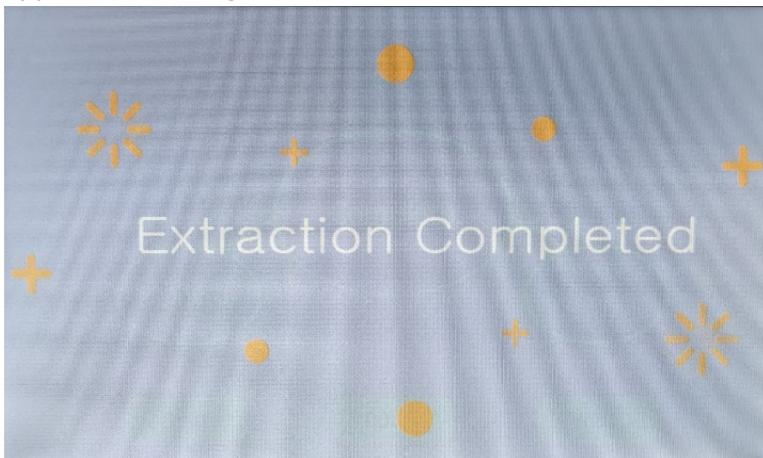

Figure 17. Écran d'achèvement du cycle dans l'interface tactile de l'IndiMag 48s
6. Une fois un cycle terminé avec succès, l'écran d'achèvement apparaît (voir la figure 17).